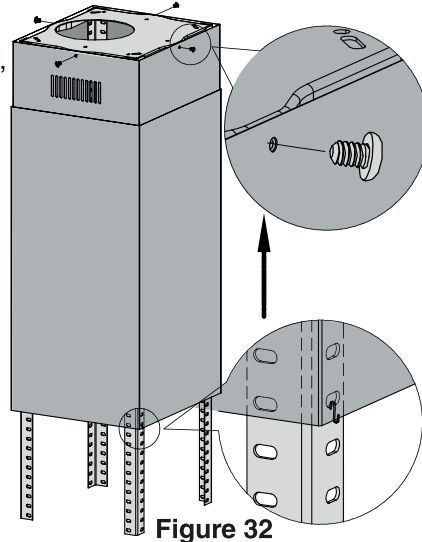

Figure 32
- Utiliser quatre (4) vis de montage ST4 x 6 mm pour fixer la cheminée supérieure au panneau (voir la figure 32).